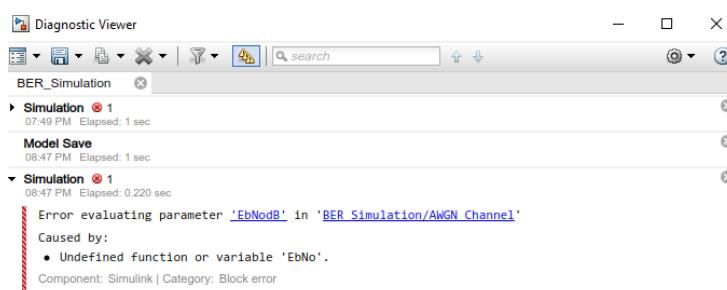

Figura 2: Mensaje de error al ejecutar el bloque.
3. Una vez configurados los parámetros si ejecuta el bloque de Simulink obtendrá un error, esto se debe a que el valor  $E_b/N_o$  espera un valor numérico para este caso, pero para llevar acabo la simulación Monte Carlo es parametrizado con la variable  $E_b/N_o$ . En la figura 2 se muestra la ventana de error obtenida al ejecutar el bloque de Simulink.